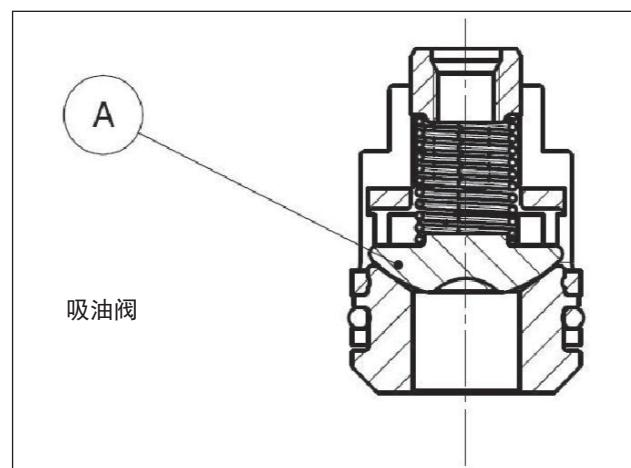
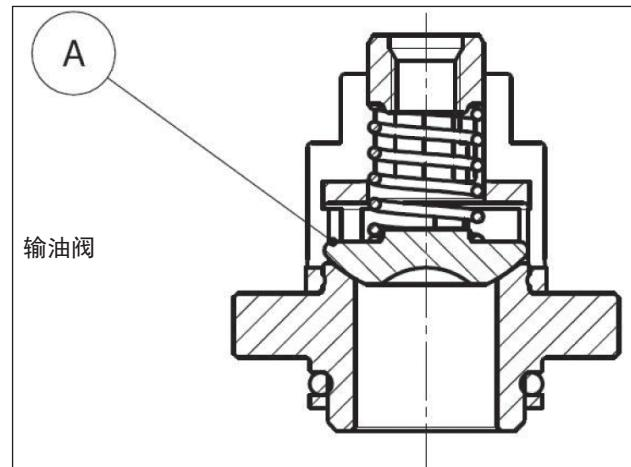

图26
图27
2. 此外，关于HF18 - WK355型，还应注意切勿混淆吸油球阀与“A”型输油阀(图26, 图27)，分解图部件号46，如使用和保养手册第16章所示。